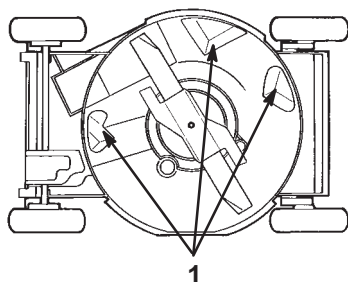

Figure 18
Pour préserver la qualité de tonte, il faut que le dessous du carter de tondeuse reste propre. Veiller particulièrement à ce que les plaques de déflexion ne soient pas couvertes de débris (Fig. 18).
3. Basculer la tondeuse sur le côté gauche (Fig. 18).